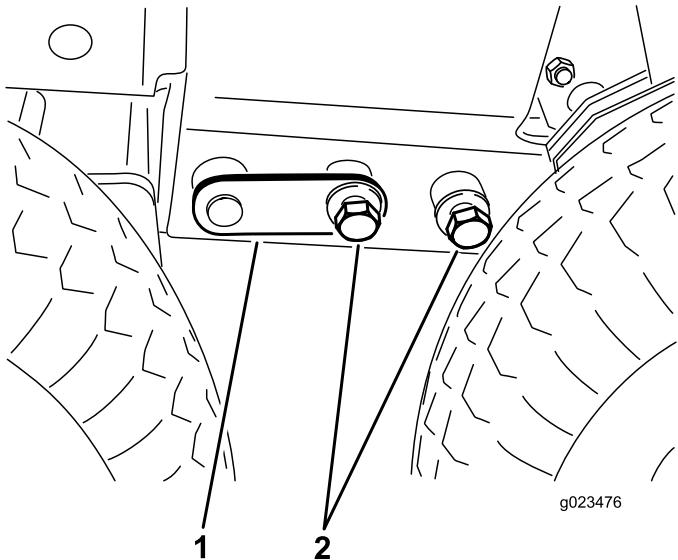

Figura 22
- Ajuste el gato para colocar los pernos (3/4 pulg.) en cada lado (Figura 22). Apriete los pernos a 359 N·m (265 pies-libra).